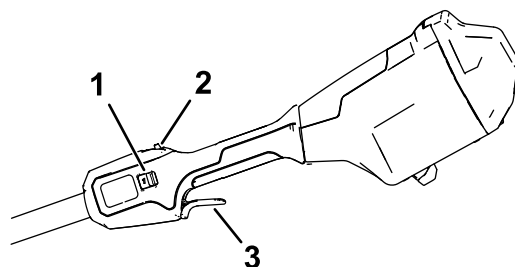

Figure 8
5. Pour mettre la machine en marche, appuyez sur le verrou de gâchette, puis serrez la gâchette de mise en marche (Figure 8).